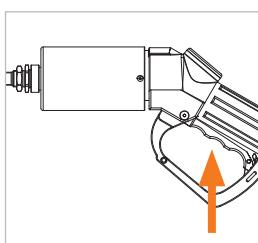

Figure 20
- ▶ Tournez le levier de commande (nº 6) au niveau de la poignée (nº 7) du nozzle de ravitaillement entièrement vers le haut en position ON (*Figure 20*) jusqu'à encliquetage clairement audible.